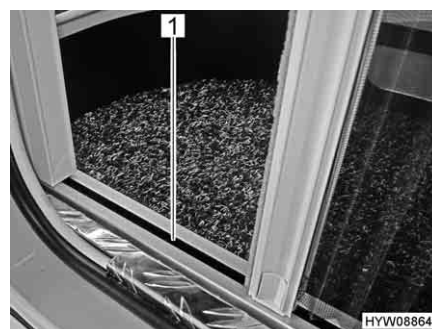

Fig. 19 Guida inferiore della protezione contro gli insetti
- ▷ Durante l'apertura e la chiusura, afferrare la barra di presa con entrambe le mani. In questo modo è possibile limitare la possibilità che la protezione contro gli insetti si inceppi nelle guide (Fig. 19,1).